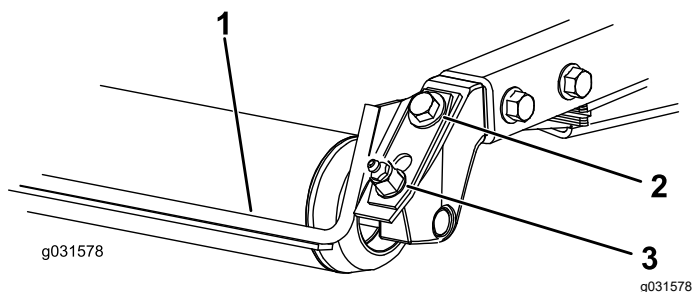

Figura 20
1. Slăbiți fitingul de lubrifiere și urubul de montare (Figura 20).